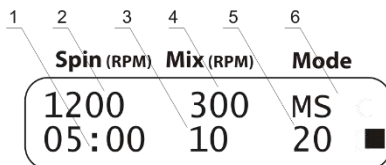

Рисунок 4. Центрифуга + vortex
- 5.9.1. Выберите режим чередующихся центрифугирования и вортексирования (индикация **M.S.** параметра **Mode**, рис. 4/6).
- 5.9.2. Установите необходимую скорость центрифугирования: от 300 до 1500 об/мин (шаг —100 об/мин, рис. 4/2).
- 5.9.3. Установите время центрифугирования от 1 с до 30 мин. (шаг 1 с, после 1 мин. - 1 мин., рис. 4/1).
- 5.9.4. Установите скорость вортексирования от 300 до 1200 об/мин (шаг 100 об/мин, рис. 4/4).
- 5.9.5. Установите время вортексирования от 1 до 60 с (шаг 1 с, рис. 4/3).
- 5.9.6. Установите число повторений цикла, от 1 до 999 (рис. 4/5).